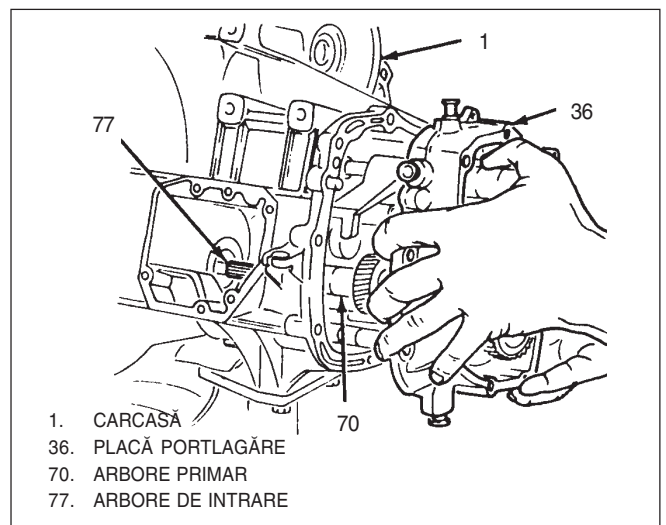
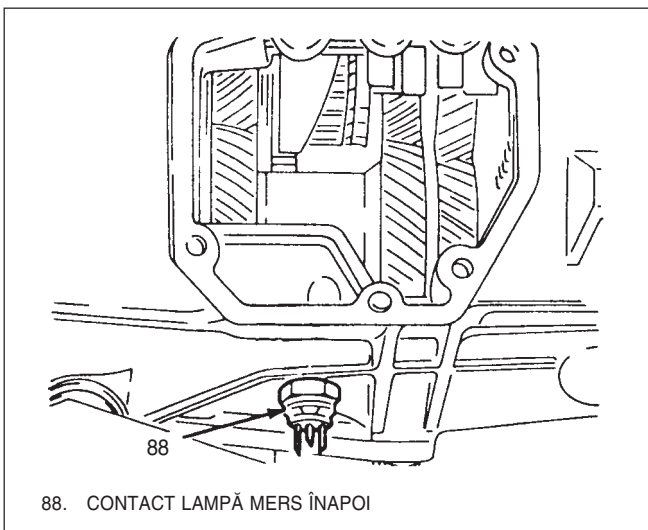
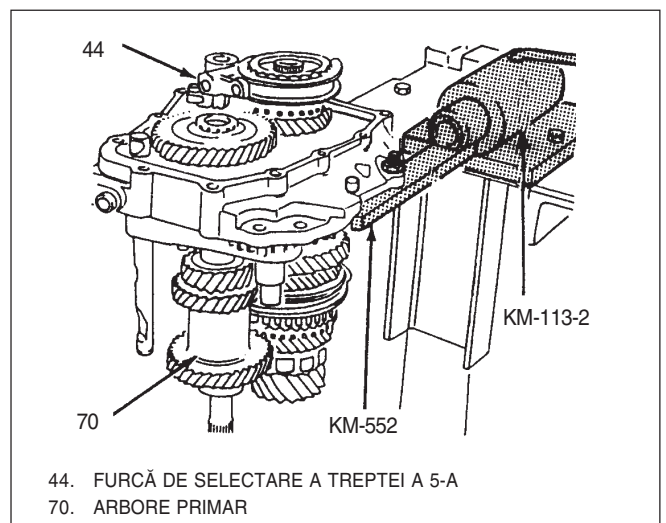

Fig. 7 Placă portlagăre
Fig. 5 Contact lampă mers înapoi
Fig. 8 Fixare placă portlagăre
- 6) Contactor lumini de mers înapoi(88), Fig 5.
- 7) Șuruburi(54) și capac spate(51).
- 8) Șuruburi(65) de fixare a carcasei și a placii portlagăre (36) și se scoate placa, Fig 7.
- 9) Se prinde placa portlagăre(36) la disp. KM-552.
- Se poziționează KM-552 în suportul KM-113-2, Fig 8.